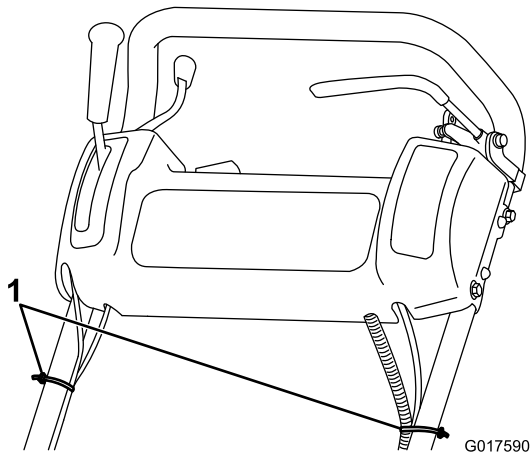

Bild 4
8. Befestigen Sie die Kabel und den Kabelbaum mit Kabelbinden am Griff (Bild 4).